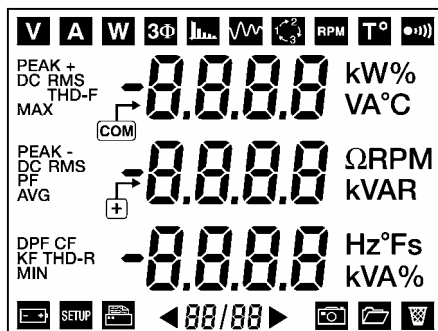

Figura 64: La primera pantalla con puesta en marcha.
- Al visualizar la primera pantalla (visualización de los 172 segmentos ver la Figura 64, página 25), pulsar y mantener pulsada la tecla amarilla () hasta la señal sonora.